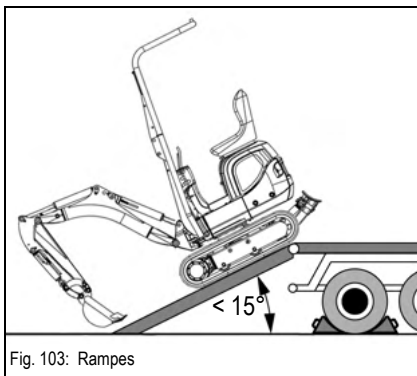

Fig. 103: Rampes
- Faire tourner la tourelle vers l'AR (voir figure 103)